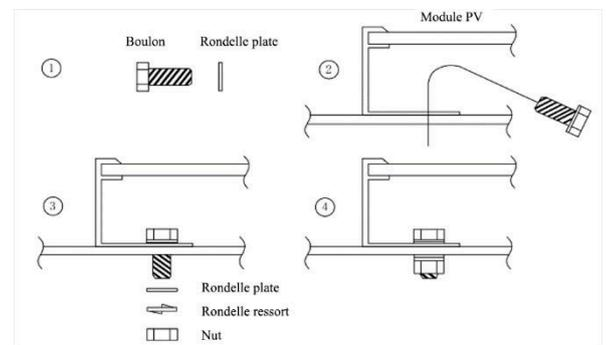

FIGURE 3
- La méthode et les spécifications des pièces de fixation sont indiquées dans la figure 3 ci-dessous :